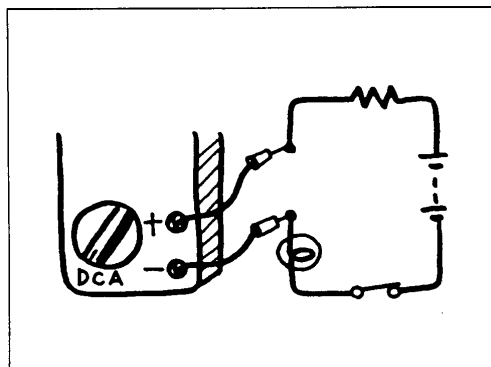

Рис.1-44Т
- 2) Разорвите измеряемую цепь и подключите черный измерительный провод к проводу с низким потенциалом, а красный измерительный провод - к проводу с высоким потенциалом. (Рис. 1-44Т)